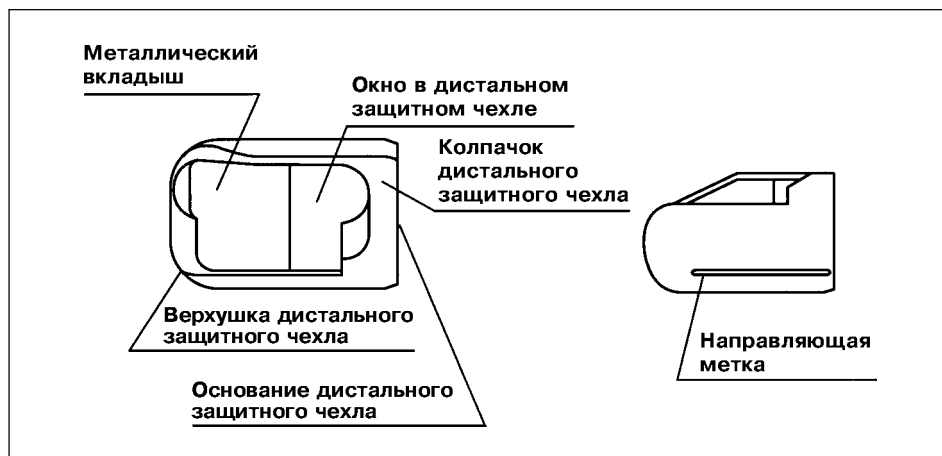

Рис. 3.7
1. При визуальной проверке убедитесь в отсутствии повреждений металлического вкладыша, находящегося внутри дистального защитного чехла-наконечника (см. рис. 3.7).